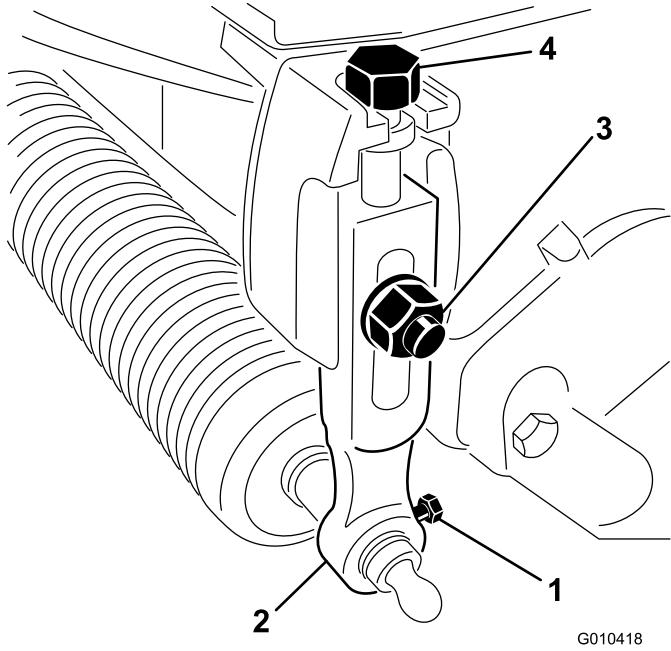

Figure 1
2. Desserrez les boulons qui fixent chaque côté du rouleau avant aux bras de hauteur de coupe (Figure 1).
3. Retirez les boulons de carrosserie, les rondelles et les contre-écrous qui fixent les bras de hauteur de coupe à chaque plateau de coupe, puis déposez les bras de hauteur de coupe et le rouleau (Figure 1).
4. Retirez les boulons de réglage des bras de hauteur de coupe (Figure 1).